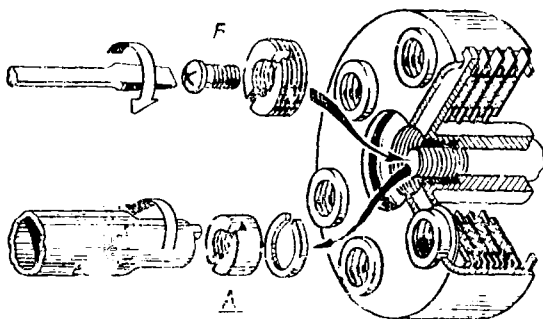
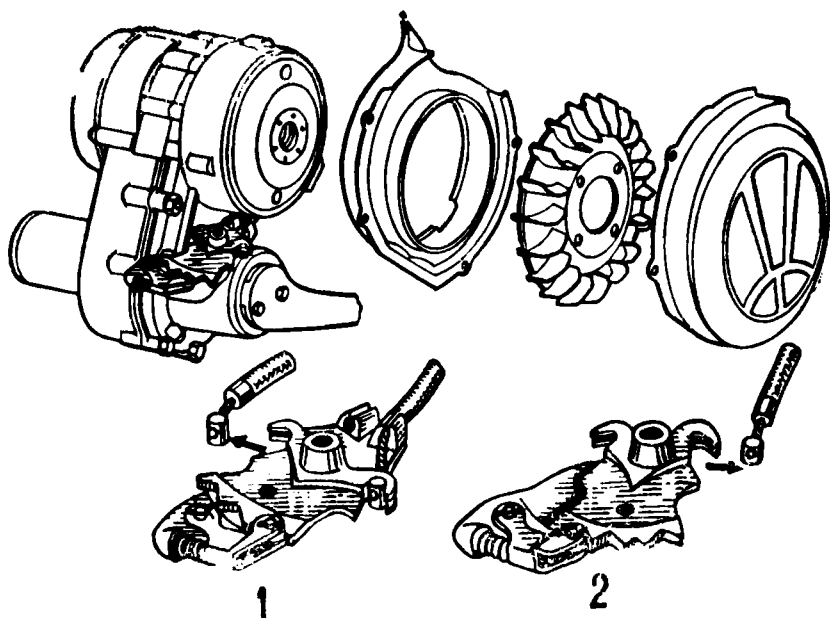

Рис. 43. Снятие муфты сцепления при помощи съёмника
Рис. 47. Снятие механизма переключения передач.
- выверните гайку крепления барабана сцепления специальным торцовым ключом, установите на месте гайки съёмник с болтом (или винтом) (см. рис. 43);
- снимите кожух, крышку улитки вентилятора, крыльчатку, улитку вентилятора (см. рис. 47);
— снимите механизм сцепления (см. рис. 43), улитку вентилятора, головку цилиндра и цилиндр (см. рис. 47), механизм переключения передач;